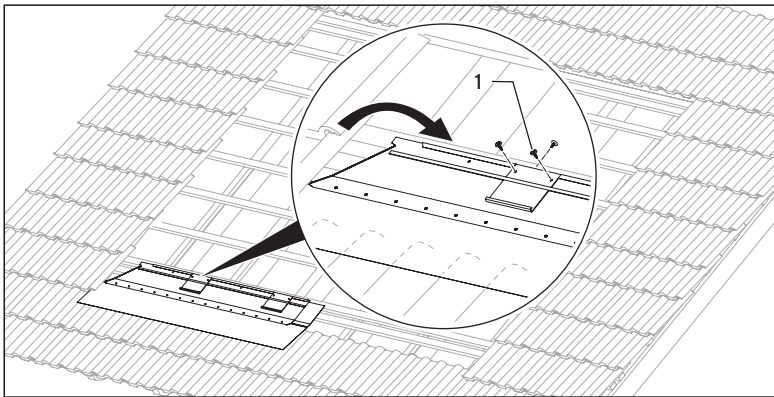

Abb. 5.9 Linkes Vorderteil unten anbringen
- Schrauben Sie das Vorderteil mit 6 Schrauben Nr. 1 (→ **Tab. 5.2/5.4**) mittels Torx-Bit an die Dachlatte, wie in (1), Abb. 5.9, gezeigt.